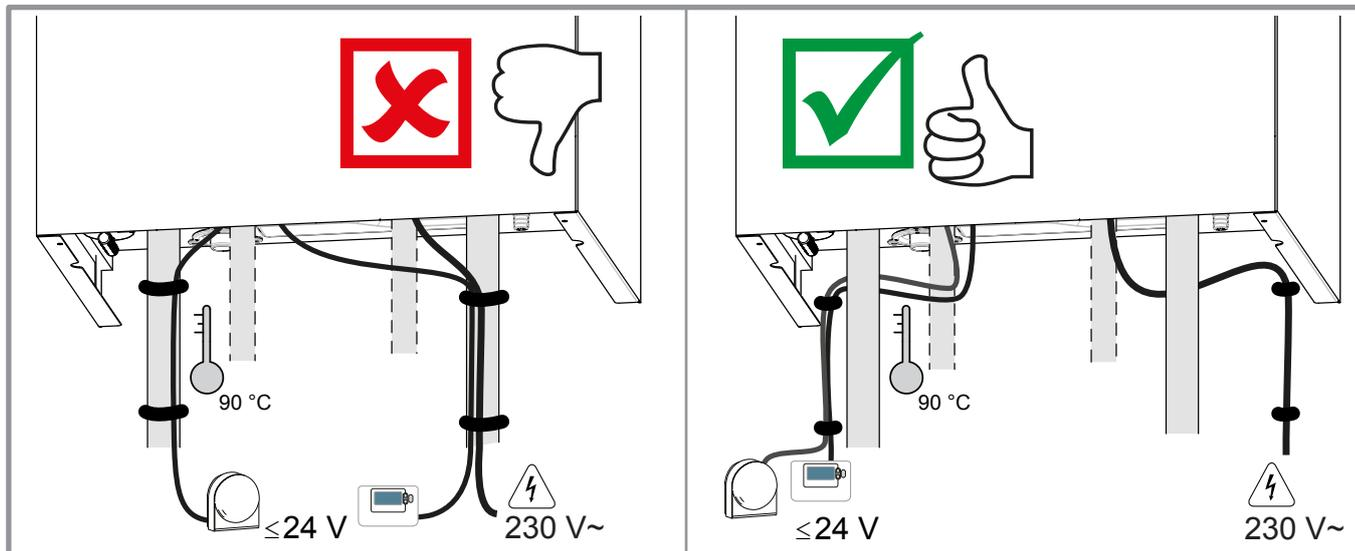

figura 18 - Camino de los cables
- Efectúe las conexiones siguiendo los esquemas (figura 18 y figura 21, página 26).